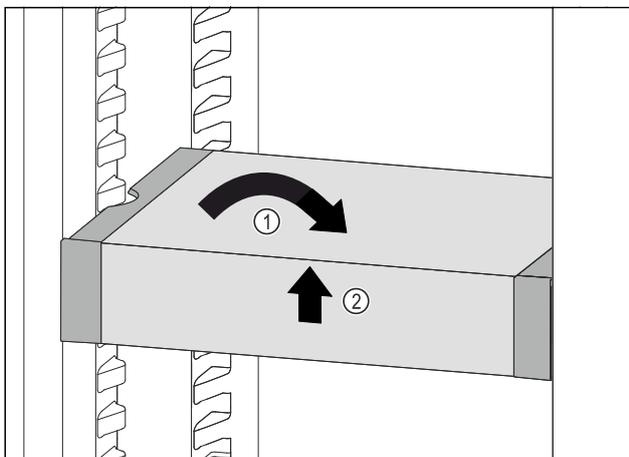

Fig. 77
- Coloque el VarioSafe en posición recta. Fig. 77 (1)
- Levante el VarioSafe por delante. Fig. 77 (2)